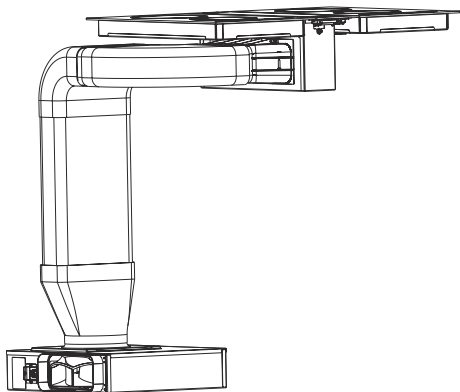

Fig. 14
7. ➔ Anslut nu utsugskanalen och slutför installationen (Fig. 14).